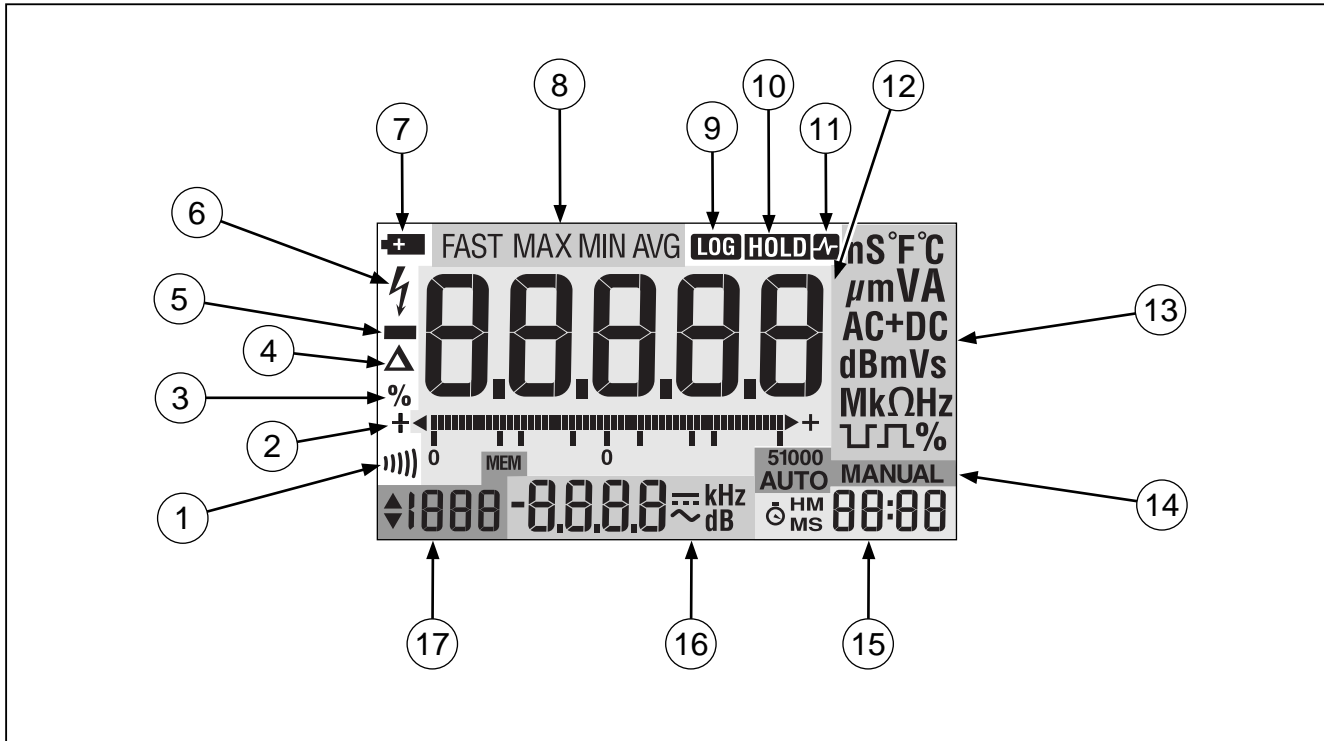

Abbildung 2-4. Anzeigeelemente
Anzeigeelemente sind in Abbildung 2-4 aufgeführt und Tabelle 2-3 beschrieben. Die wichtigste Anzeigeelemente sind in den nachfolgenden Abschnitten beschrieben.
*Wenn beim Einschalten des Meßgeräts die Taste **HOLD** gedrückt wird, werden alle Anzeigsegmente (wie in Abbildung 2-4) gleichzeitig angezeigt. **HOLD** loslassen, um die Anzeige wieder frei zu geben.*